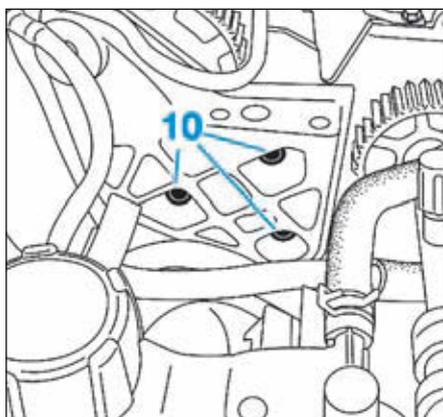

FIG.30
- les vis (10) du support de pompe haute pression sur la culasse (Fig.30),